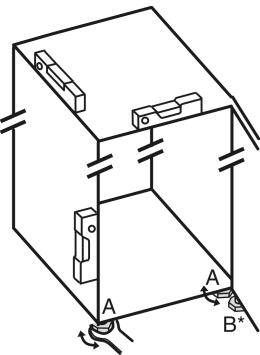

Fig. 4
- Ξεβιδώστε τα ρυθμιζόμενα πόδια Fig. 4 (A) με το γερμανικό κλειδί που υπάρχει στη συσκευασία και με τη βοήθεια ενός αλφαδίου μέχρι η συσκευή να είναι καλά και οριζόντια ευθυγραμμισμένη.
► Ξεβιδώστε το ρυθμιζόμενο πόδι Fig. 4 (B) στο στήριγμα με το γερμανικό κλειδί που υπάρχει στη συσκευασία, μέχρι να ακουμπήσει στο δάπεδο.
- Περιστρέψτε το ρυθμιζόμενο πόδι Fig. 4 (B) άλλες 90°.